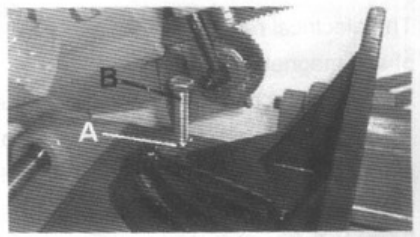

Рис. 4
Опускание рычага пилы необходимо настроить таким образом, чтобы зубья лезвия были на 1/16 ниже поверхности стола, когда пила находится в крайнем нижнем положении. Если такая регулировка необходима, то ослабьте контргайку (A) Рис.4. и заверните или выверните упорный винт (B) до достижения правильной регулировки. Затем затяните контргайку (A).